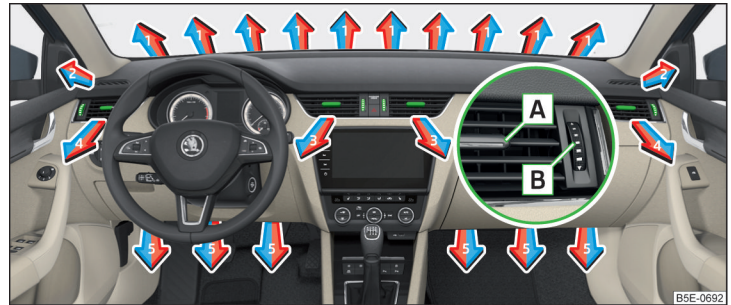
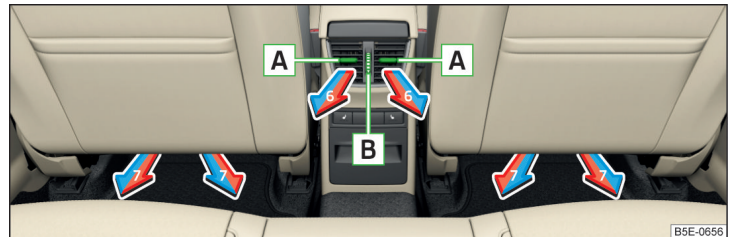

Abb. 156 **Luftaustrittsdüsen vorn**
Abb. 157 **Luftaustrittsdüsen hinten**
Bei den Luftaustrittsdüsen **3, 4** » Abb. 156 und **6** » Abb. 157 kann die Luftströmungsrichtung geändert und die Düsen können auch einzeln geöffnet und geschlossen werden.
Die Einstellung der Luftstromrichtung erfolgt durch das Verschieben des Verstellelements **A** » Abb. 156 bzw. » Abb. 157 in gewünschter Richtung.
- › Zum **Öffnen** den Regler **B** » Abb. 156 bzw. » Abb. 157 nach oben drehen.
- › Zum **Schließen** den Regler **B** » Abb. 156 bzw. » Abb. 157 nach unten drehen.
| Richtung des Luftaustritts einstellen   | Luftaustrittsdüsen » Abb. 156 und » Abb. 157 |